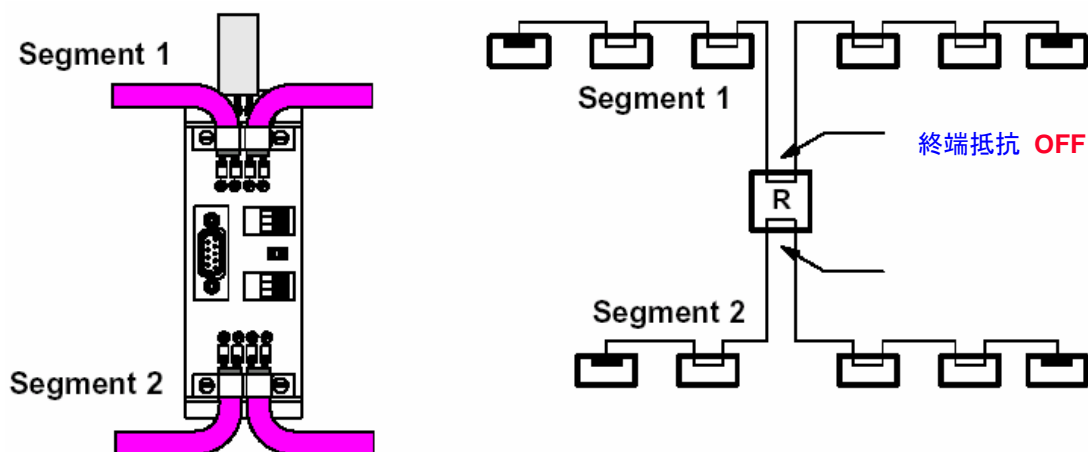

図4-4 セグメント1と2でループ途中の場合
2. Fig.4-4で示すように、PROFIBUSケーブルの終端の被覆をむきます。